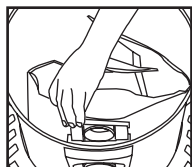

FIGURE 25
33. Faites glisser le déflecteur d'admission comportant le sac filtre dans le guide du déflecteur. **FIGURE 25.**